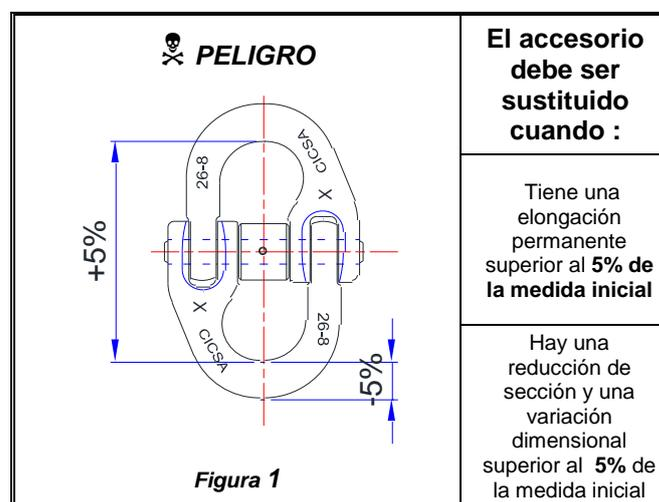

Figura 1
- Es necesario controlar la presencia del marcado y registrar las medidas críticas según figura 1.